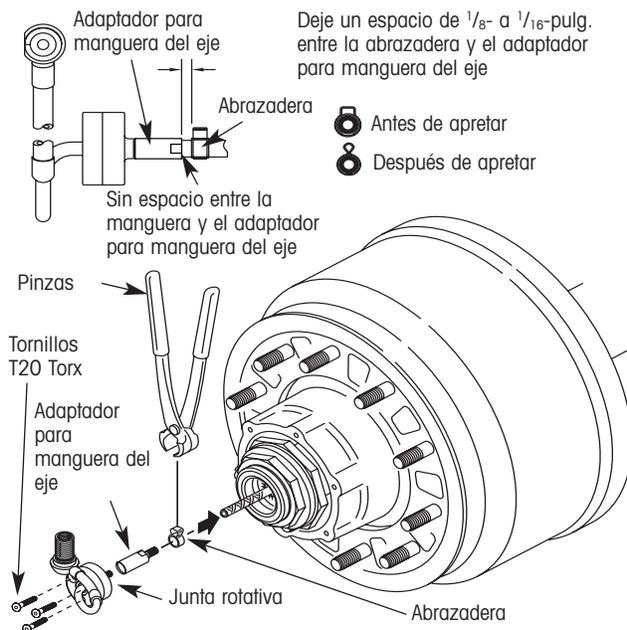

Figura 4. Instalación de la junta rotativa
- a. Coloque la abrazadera en la manguera de metal trenzado que sale de la espiga (figura 4).
- b. Deslice el extremo puntiagudo del adaptador para manguera del eje completamente (sin espacio) dentro del extremo de la manguera del eje (figura 4).
- Inserte los tres tornillos T20 Torx en la junta rotativa y apriételes al tapón de la espiga (figura 4). Apriete los tornillos a 45 ±5 pulg. lbs. (5 N•m ±½ N•m) de torque.